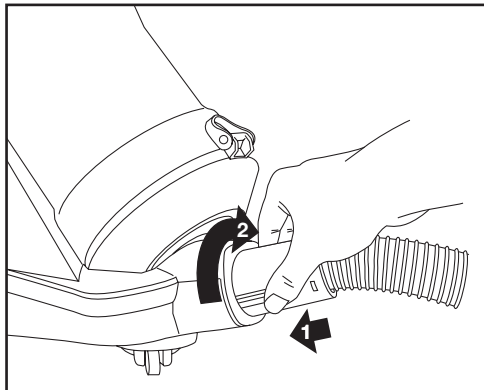

Fig. 1
- Acoplar el conjunto manguera a la entrada de aire del aspirador. (Fig. 1)